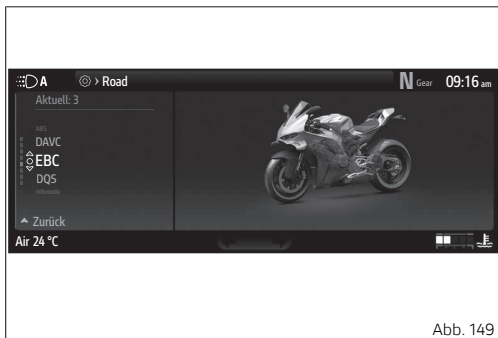

Abb. 149
- Die Angabe „EBC“ (Abb. 149 S.206) markieren, dann die Taste \circ drücken.